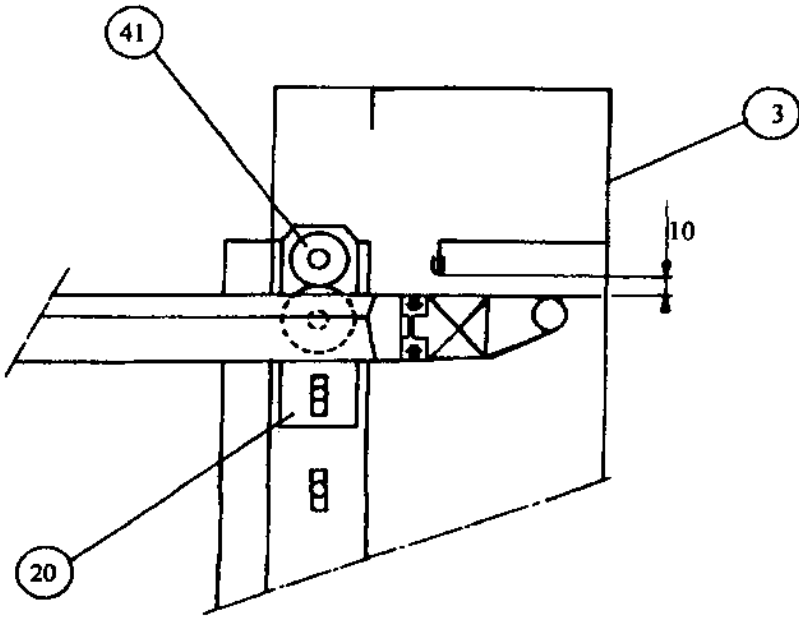

Figure 18
33 – REGLER la butée haute (41) en agissant sur le boulon (20) de fixation de la pièce de façon à avoir un jeu de 10 mm entre la barre palpeuse et le joint de la traverse haute (3). (Figure 18)